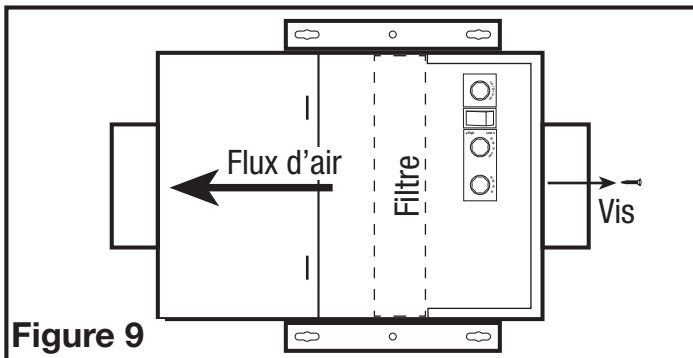

Figure 9
- Assurez-vous que le filtre est orienté dans le bon sens et faites glisser le filtre dans la fente du boîtier. Assurez-vous que le filtre est bien en place jusqu'au fond du boîtier (**Figure 9**).